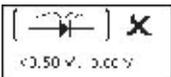

Fig.54
16. Qualora la tensione AC ripple fosse superiore ai 0,5V verrebbe mostrato da display come in Fig.54: